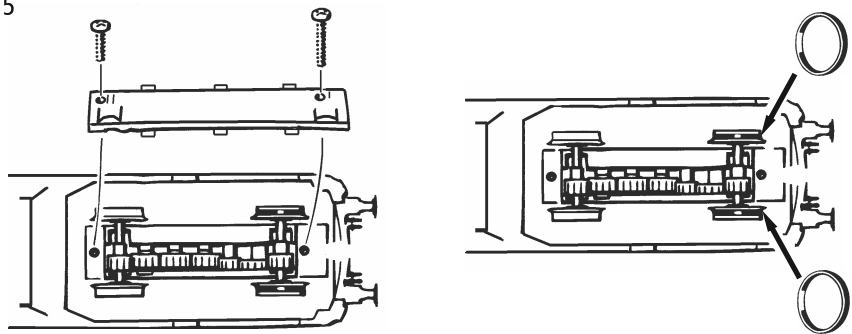
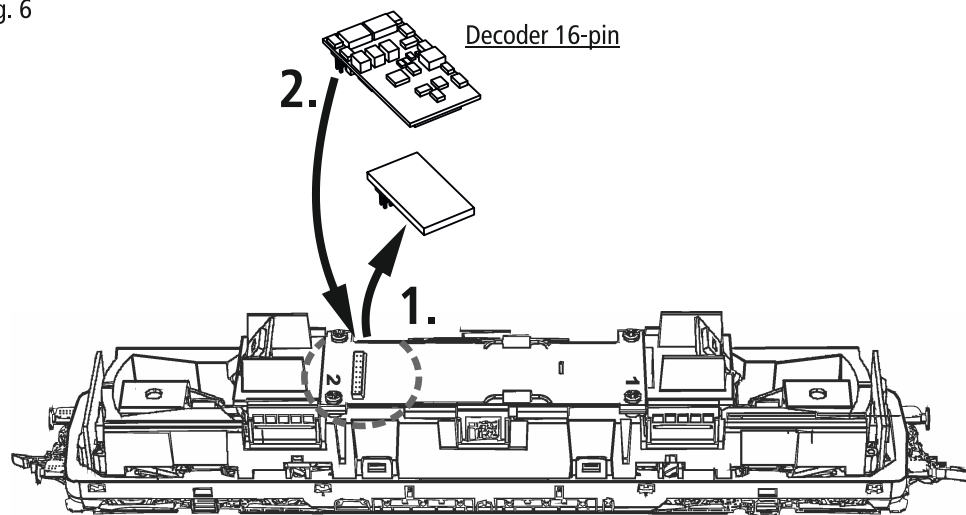
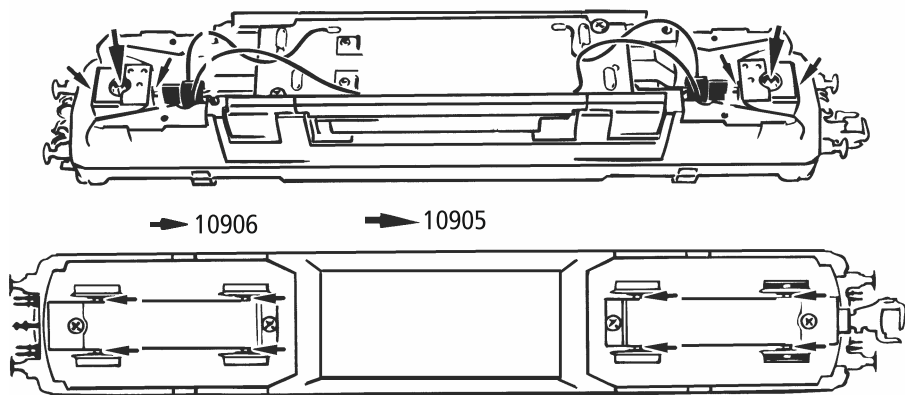
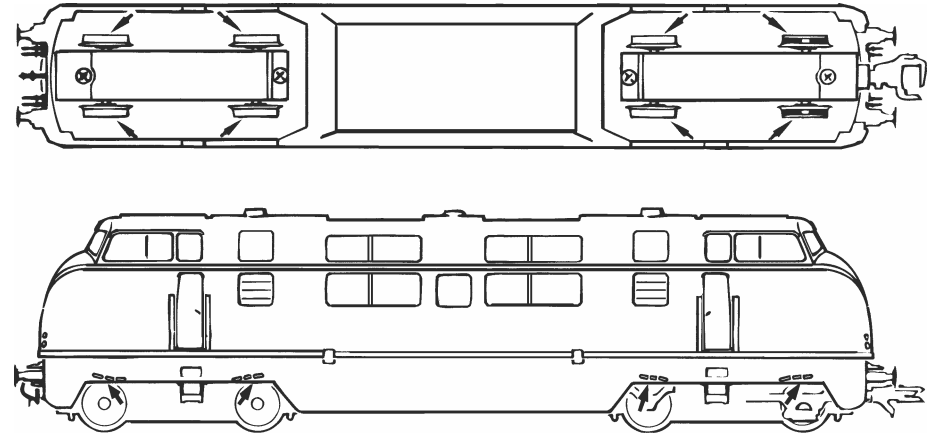

Fig. 6
Fig. 7
Fig. 8
Fig. 4
Mehrzugbetrieb: Zuerst das Lokgehäuse abnehmen (Fig. 4). Danach den Brückenstecker aus der Schnittstelle entfernen (sorgsam aufbewahren). Zuletzt den Stecker des Steuerbausteins lagerichtig einsetzen (Fig. 6).
2. Schmierung: Versehen Sie die im Schmierplan in Fig. 7 gekennzeichneten Stellen mit nur **kleinen Öltropfen**. Dazu zuerst das Lokgehäuse abnehmen (Fig. 4). Wir empfehlen den ROCO **Öler Art.-Nr. 10906**. Fürs Schmieren der Getriebeteile (Zahnräder, Schnecke) empfehlen wir das ROCO-**Spezialfett Art.-Nr. 10905**. Im Falle der Schmierung diese Teile **nicht ölen**.
4. Kohlebürstenwechsel: Zuerst das Lokgehäuse abnehmen (Fig. 4). Danach wird der Motor ausgebaut (Fig. 8) und die Kohlebürsten ausgetauscht.
Exploitation en télécommande multitrains: Enlevez ensuite la fiche de shuntage de l'interface (à conserver!) et enfichez finalement la fiche du module de télécommande aux prises de l'interface. Veillez à la position correcte de la fiche (voir fig. 6).
2. Graissage: N'appliquez **qu'une tout petite goutte** aux endroits indiqués par le plan de graissage (fig. 7) après avoir démonté la caisse de la locomotive (fig. 4). Nous vous recommandons **le graisseur à huile Roco réf. 10906**. Pour graisser les engrenages (roues dentées, vis sans fin) nous vous conseillons la **graisse spéciale Roco réf. 10905** pour engrenages en matières synthétiques. Lorsque vous utilisez cette graisse il faut éviter d'huiler ces composants.
4. Remplacement des balais du moteur: Démontez la caisse (voir fig. 4). Sortez ensuite le moteur de son logement (voir fig. 8) et échangez finalement le balais.
Running in digital mode: First remove the jumper from the interface. Finally put the plug of the chip into the interface as shown in fig. 6.
2. Lubrication: Apply **tiny oil drops** to spots marked in fig. 7. Prior to lubrication dismantle locomotive (fig. 4). We recommend using item no. **10906, Roco oiler**. For lubrication the gear-parts (e.g. cog-wheels, worm) we would recommend our Roco **special grease** (item no. **10905**).
4. Carbon brush Changing: First remove loco body (fig. 4), and then the motor (fig. 8).
1. siehe voir } Fig. 4